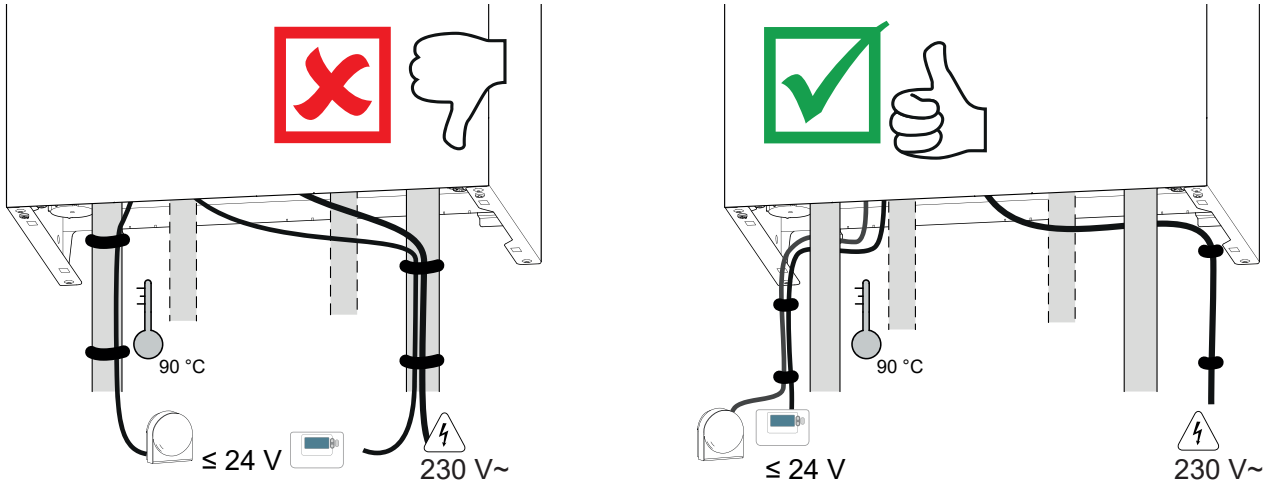
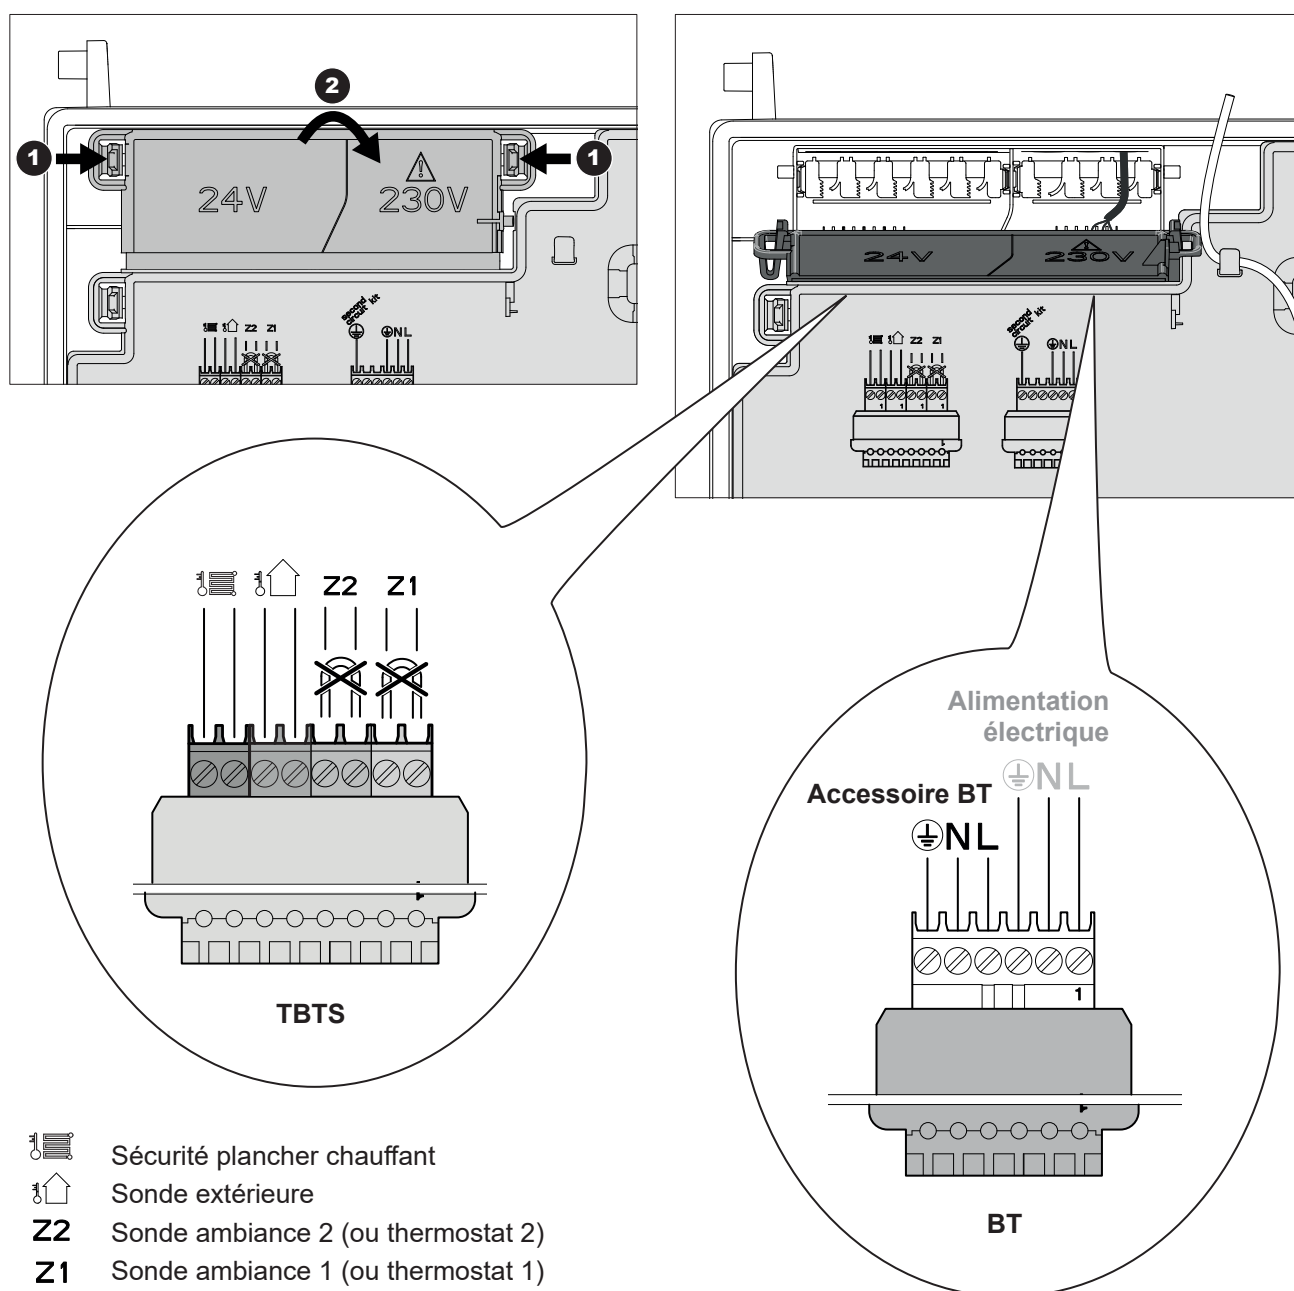

fig. 17 - Chemin de câbles
fig. 19 - Accès borniers
Des bornes sont disponibles sur le connecteur BT pour l'alimentation électrique d'un accessoire. (fig. 19)
- Effectuer les raccordements suivant les schémas (fig. 17 et fig. 19).